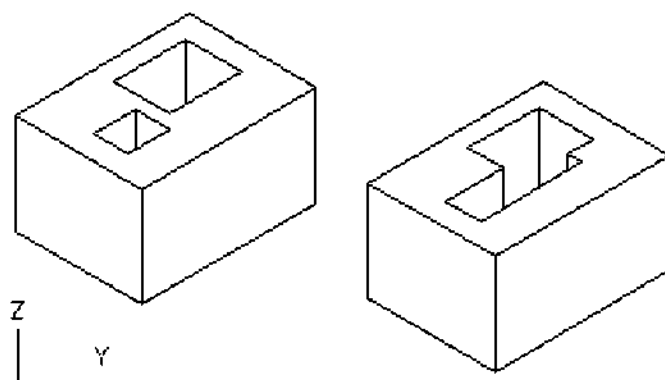

Рисунок 56 – Редактирование грани выдавливанием
2. Укажите грань для выдавливания (на рис. 56а указана грань меньшего призматического отверстия).
3. После этого система выполнит операцию, аналогичную команде **EXTRUDE**. Результат показан на рис. 56б.